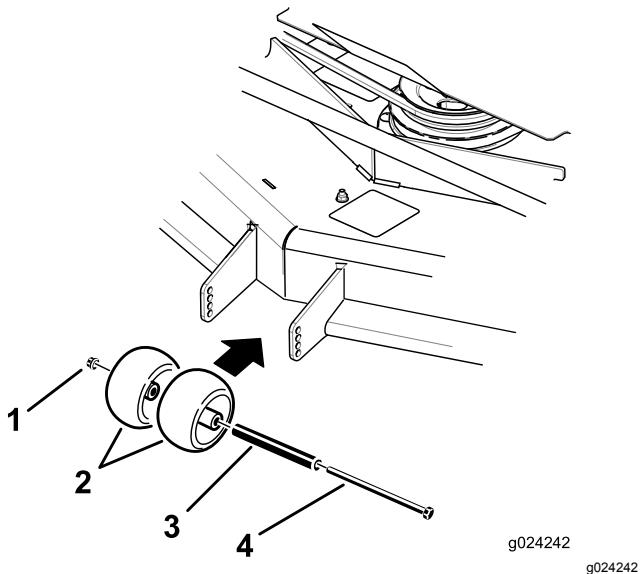
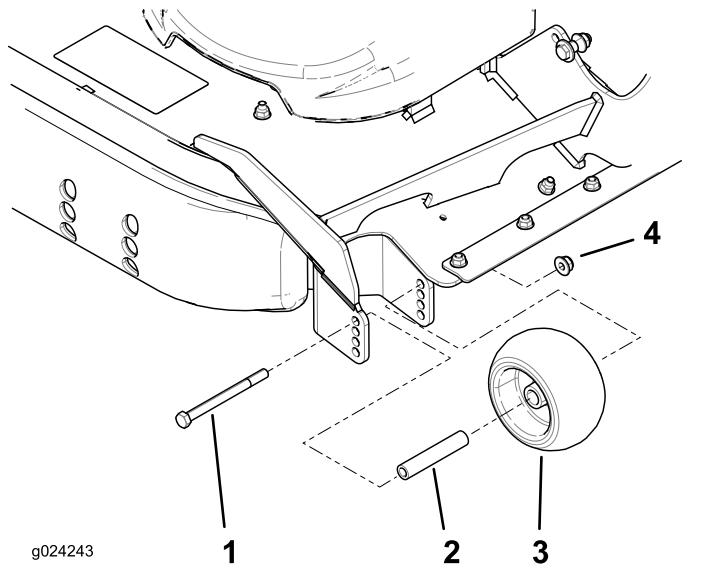

Bild 35
Bild 36
3. Stellen Sie die Antiskalpierrollen, wie in Bild 35 und Bild 36 abgebildet.